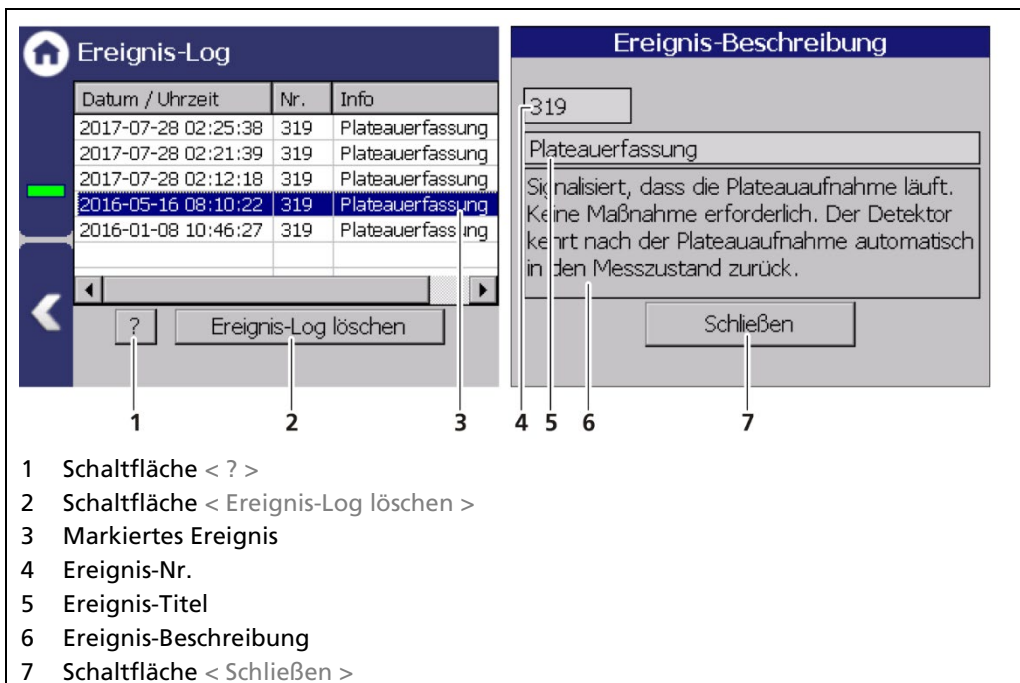

Abb. 70 Ereignis-Log
1. Klicken Sie eine Zeile in der Liste (Abb. 70, Pos.3) an.
2. Klicken Sie auf < ? > (Abb. 70, Pos.1)
3. Mit der Schaltfläche < Schließen > schließen Sie die Ereignis-Beschreibung (Abb. 70, Pos.7).
- Mit der Schaltfläche < Ereignis-Log löschen > (Abb. 70, Pos.2) werden alle Ereignisse gelöscht.